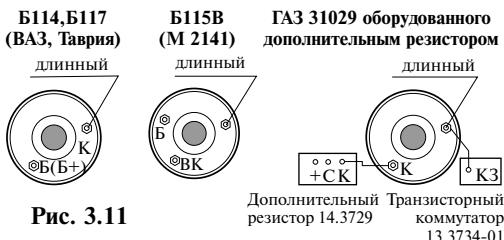

Рис. 3.11
- с прерывателем (для контактной системы зажигания) Рис. 3.11.
- коммутатором (для бесконтактной системы зажигания) Рис. 3.11.